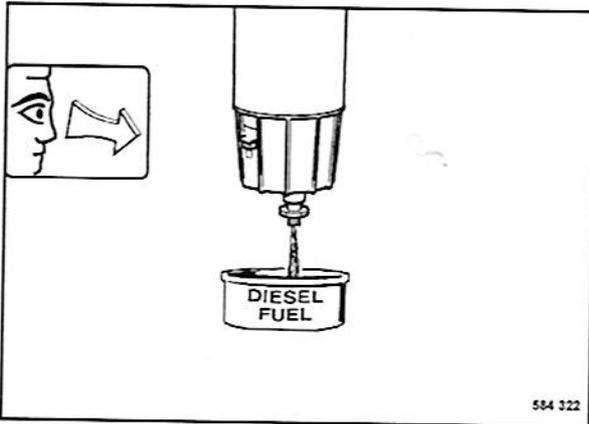

Fig. 120
- Soltar el tornillo de descarga (Fig. 120) por algunas vueltas y recoger el combustible / agua saliendo.